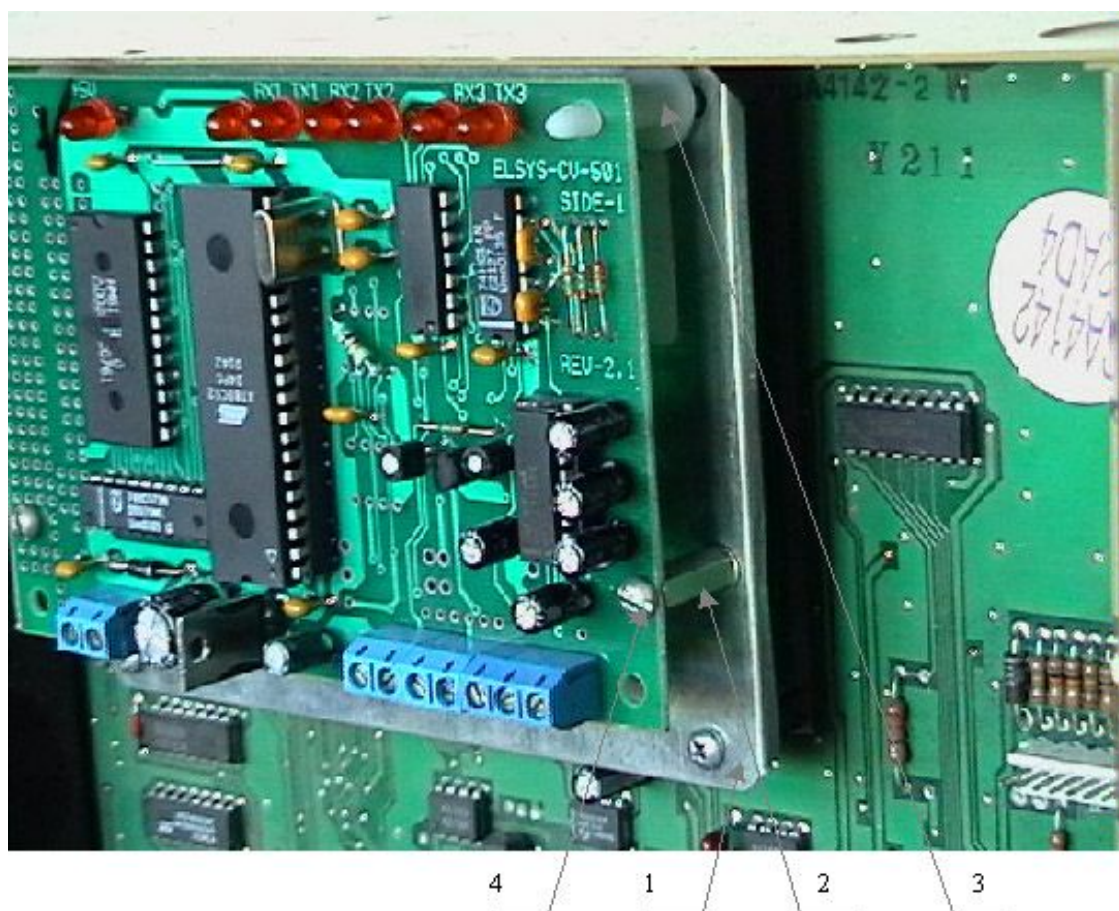

Рисунок 2
4.5.3 Установить контроллер на штатное место эксплуатации. Для установки контроллера внутри ПКП необходимо (Рисунок 2):
- соблюдая осторожность, вставить винт из комплекта поставки контроллера в штатное отверстие экранирующей крышки узла микропроцессора (1) ПКП с внутренней стороны;
- придерживая рукой головку винта, с внешней стороны экранирующей крышки навинтить на него стойку (2) из комплекта поставки контроллера;
- установить две пластиковые опорные стойки (3) из комплекта поставки в отверстия платы контроллера, расположенные на уровне светодиодных индикаторов;
- совместить крепежные отверстия, расположенные на плате контроллера, с резьбовыми отверстиями металлических стоек и закрепить плату винтами (4) из комплекта поставки.